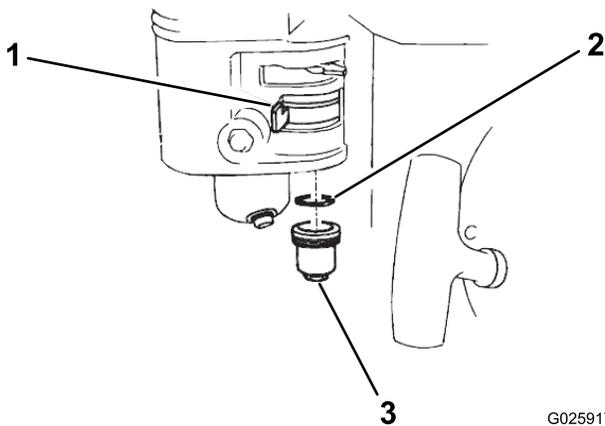

Figura 32
1. Mueva la válvula de combustible a la posición de Cerrado, luego retire la taza de sedimentos y la junta tórica (Figura 32).